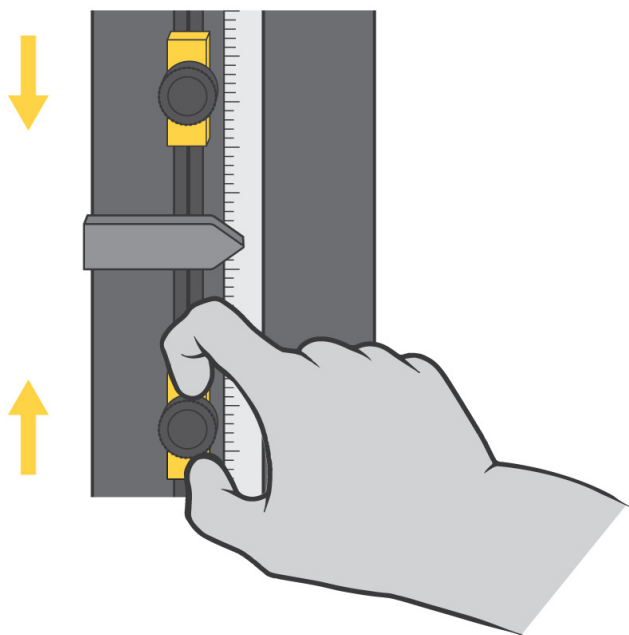

Figura 18. Configuración de las paradas límite
Las paradas límite de la cruceta son dos cierres ajustables montados en la varilla del interruptor del límite, que se encuentra dentro de la columna de la máquina, como se muestra en la Figura 18 en la página 108. Las paradas límite (1 y 2) tienen tornillos que se aprietan y sueltan a mano; se pueden desplazar a cualquier posición de la varilla del límite. Coloque estas paradas justo después de los parámetros del ensayo para evitar el sobrerrecorrido de la cruceta. Cuando la cruceta alcanza el recorrido máximo predefinido, el actuador del interruptor (3) entra en contacto con una de estas paradas.